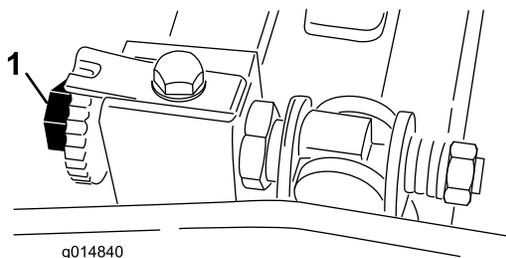

図 45
- 3. カuttingユニットの右端から数えて1番目と2番目の下刃ねじの間でリール刃と下刃とを交差させる 図 45。
- 6. シムを左右に滑らせながら、シムに軽い圧迫シムが挟まれる感じを感じるまで、右側のベッドバー調整ねじを回す 図 45。